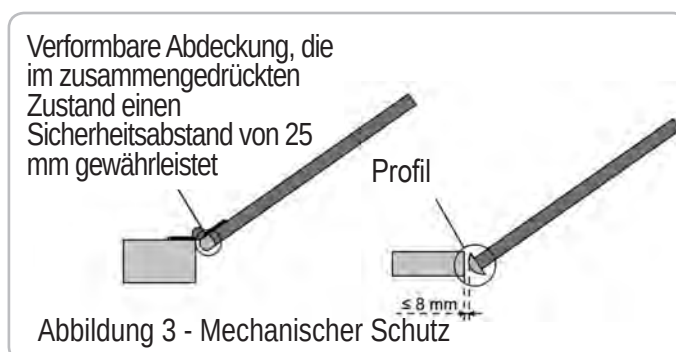
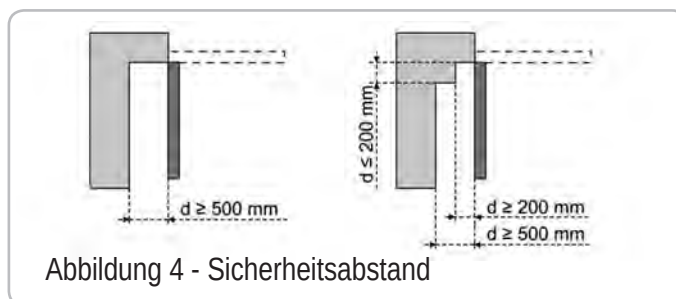

Abbildung 3 - Mechanischer Schutz
Abbildung 4 - Sicherheitsabstand
ZONE 2* Quetschgefahr an einem angrenzenden festen Bauteil	Hinderniserkennung durch den Antrieb. Es muss unbedingt geprüft und festgestellt werden, dass die Grenzwerte der Betriebskräfte und Reversierungszeiten gemäß Anhang A der Norm EN 12 453 eingehalten sind. Schutz durch eine mechanische Vorrichtung (siehe Abbildung 3) oder durch Sicherheitsabstände (siehe Abbildung 4)
ZONE 3* Gefahr von Schnitt- oder Quetschverletzungen beim Öffnen im Bereich fester angrenzender Bauteile	Am Tor alle Punkte beseitigen, an denen man hängen bleiben kann, und alle scharfen Kanten am Torblatt entfernen. Alle Zwischenräume mit Breiten ≥ 8 mm oder ≤ 25 mm beseitigen. Der Schutz gegen das Einquetschen mit einem angrenzenden Bauteil ist möglich: - Hinderniserkennung durch den Antrieb. Es muss unbedingt geprüft und festgestellt werden, dass die Grenzwerte der Betriebskräfte und Reversierungszeiten gemäß Anhang A der Norm EN 12 453 eingehalten sind. - durch Sicherheitsabstände (siehe Abbildung 4)
Torgröße (Abb. 3)
3.1 Montagehöhe - Abb. 4